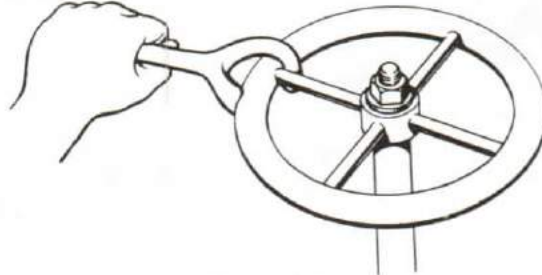

Figure 9-20
22. You will find that the words "spanner" and "wrench" are almost interchangeable. However, in the sea environment the correct word for the tool described above is a wrench. What you may call a spanner is a very specialized type of wrench, and the most common of these is the "wheel spanner" which is used for turning valve handwheels. See Figure 9-20. This is an extremely useful tool for freeing tightly closed valves or for turning stiff spindles, but in the hands of the inexperienced it becomes a weapon of destruction. Carelessly used, it results in broken spindles and damaged seatings. If your job calls for the use of a wheel spanner, ask your supervisor to instruct you in its correct use.
22. Il existe une clé d'un genre très spécial utilisée dans l'élément Mer pour la rotation des vannes à volant (voir la figure 9-20). La clé à volant est un outil fort utile pour desserrer les vannes fermées trop profondément ou pour faire tourner les arbres qui fonctionnent mal. Cependant, dans les mains d'un homme inexpérimenté, l'outil se transforme en arme destructive. Son emploi inconsidéré se traduit par des arbres brisés et des sièges de soupapes endommagés. Si vous avez à vous servir d'une clé à volant, demandez à votre surveillant de vous montrer comment l'utiliser.